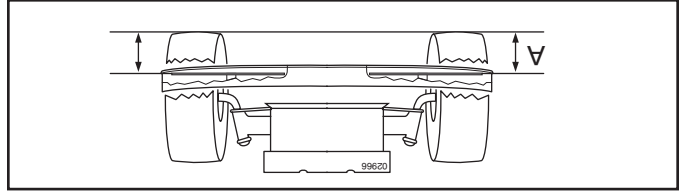

FIG. 22
- AJUSTEMENT LATÉRAL DE PRÉCISION (Voir la Fig. 22) Assurez-vous que vos pneus sont adéquatement gonflés, puis stationnez le tracteur sur un terrain de niveau ou une entrée de cour.